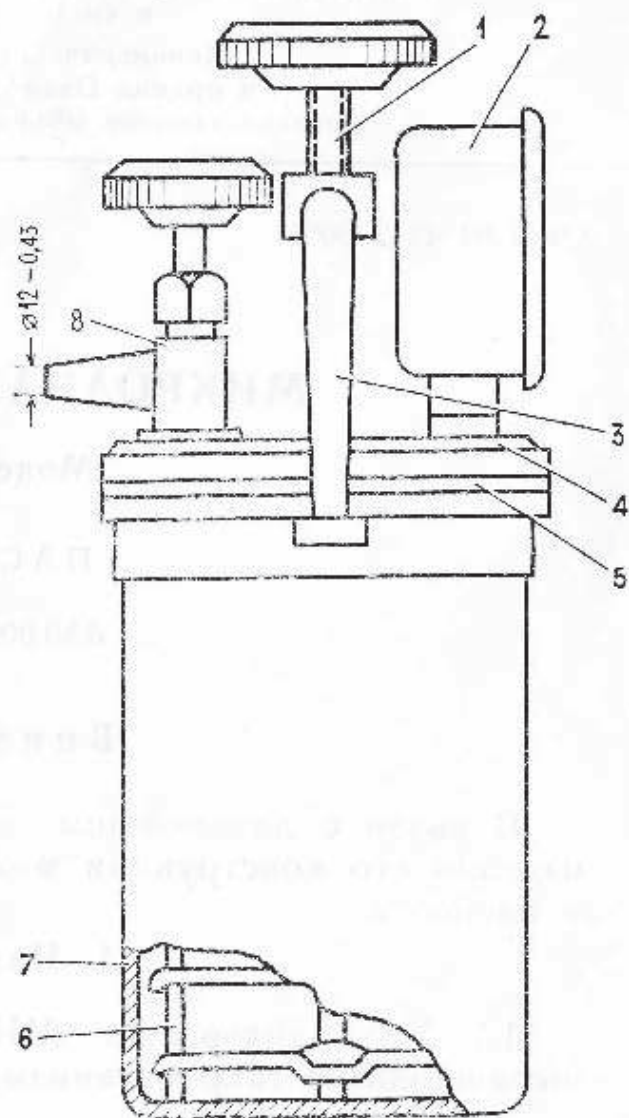

Рис. 2. Схема микроанаэростата МИ:
4.1. Аппарат состоит из следующих основных узлов: корпуса 7, крышки 4, этажерки 6, вакуумметра (мановакуумметра) 2, крана 8 и кронштейна 3 с винтом 1 (рис. 2).
6.1. Смажьте прокладку 5 касторовым маслом с обеих сторон и уложите на фланец корпуса 7 (см. рис. 2).
7.1. Для обеспечения герметичности микроанаэростата необходимо тщательно очищать поверхность крышки 4, прилегающую к фланцу, а также прокладку 5 (см. рис. 2).